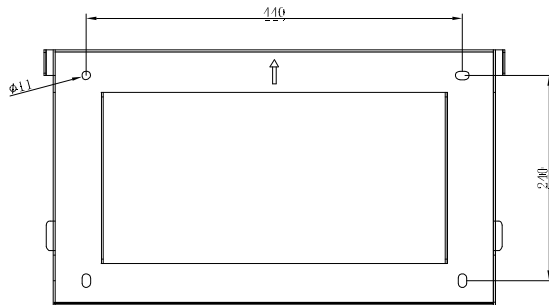
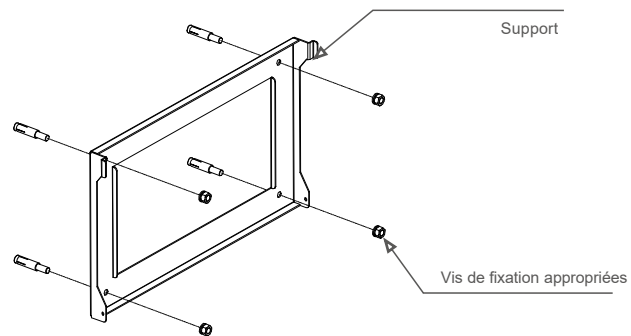

Figure 4.3 Montage mural de l'onduleur
Figure 4.4 Fixer le support au mur
Une fois qu'un emplacement approprié a été trouvé conformément à la section 4.1, montez le support mural au mur en utilisant la figure 4.3 et la figure 4.4.
A) Dénudez le manchon isolant du câble sur 70 mm, de sorte que le cuivre dénudé atteigne 13 mm. Passez le câble à travers l'écrou et le manchon de l'élément de douille insérez les bornes correspondantes et serrez avec une clé Allen (voir Figure 4.4). Le couple est de 5 ± 5 Nm.